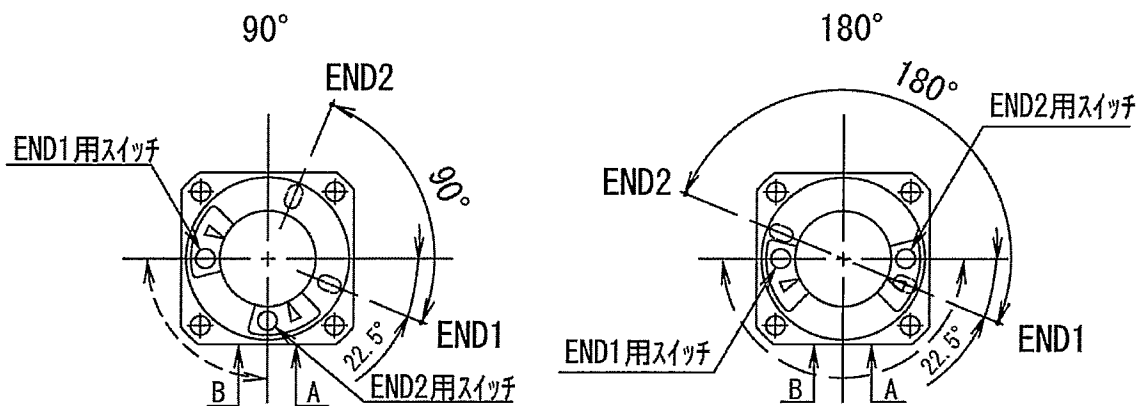

図 9
- ・ 揺動範囲を示す図 9、10 において、実線 90° および 180° の矢印は、テーブル面上にある位置決め用ピン穴の揺動する範囲を示し、ピン穴が END1 にある場合、END1 用スイッチが動作し、END2 にある場合、END2 用スイッチが動作します。